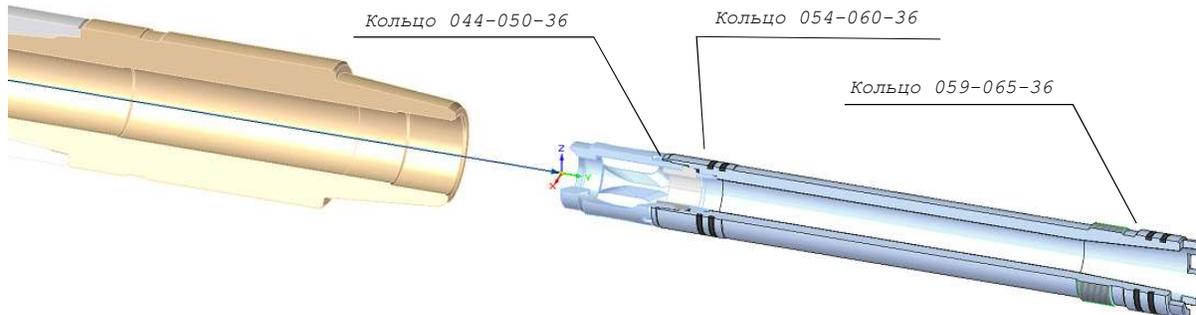

Рисунок 10.2.6
- c. установите держатель диафрагмы в сборе в корпус (рисунок 10.2.6), затянув до упора, при этом верхняя втулка ГИБ упрётся в гайку верхнего центратора;